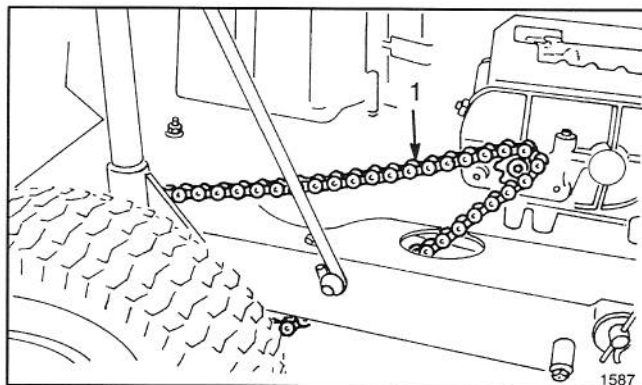
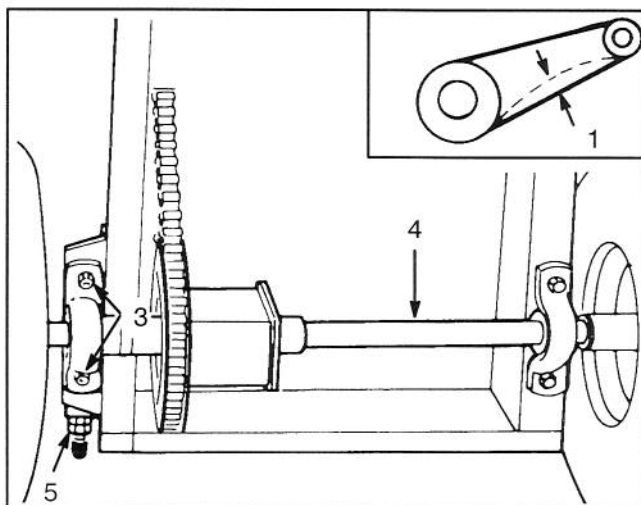

Abbildung 21
Abbildung 22
2. Zur Überprüfung der Durchbiegung der Antriebskette die Kette auf halbem Weg mit mäßigem Druck anheben und herunterdrücken (Abb. 21). Die Gesamtdurchbiegung sollte 1/8 Inch (3 mm) betragen (Abb. 22). Wenn die Durchbiegung nicht wie angegeben ist, ist eine Einstellung erforderlich—Schritte 3-13.
7. Vier Flanschmuttern lösen, mit denen die Stehlager mit der Differentialachse am Mäherrahmen befestigt sind (Abb. 22).
8. Die hintere Gegenmutter des Kettenspanners lösen (Abb. 22).
11. Da die Differentialachse parallel zur Hinterseite des Fahrgestells liegen muß, den Abstand von der Mitte der Stehlager zur Hinterseite des Fahrgestells messen (Abb. 22). Der Unterschied zwischen den beiden Meßwerten darf nicht größer sein als 1/8 Inch. Wenn der Unterschied über 1/8 Inch liegt, liegt die Differentialachse nicht parallel zum Fahrgestell; sie muß daher nachgestellt werden.